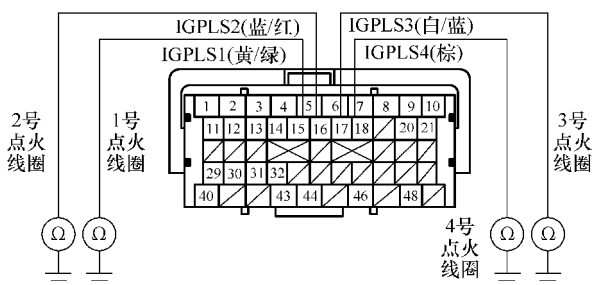

图 4-26 PCM 点火线圈信号
23) 如图 4-26 所示, 检查故障气缸的相应 PCM 插头端子与车身搭铁之间是否导通。